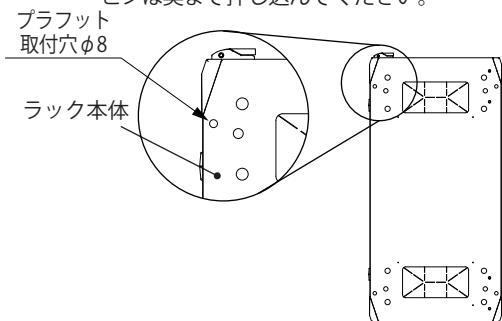

図5
1. ラック本体底面の4コーナーにあるブラフット取付穴φ8(4か所)にブラフットを挿入してください。(図5)